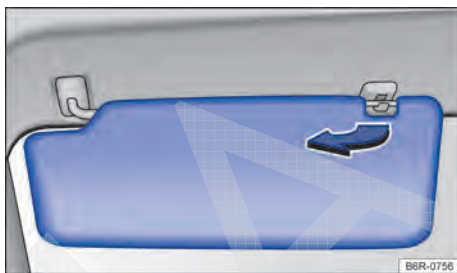

Fig. 56 Para-sol (lado esquerdo). A disposição do para-sol do lado direito é espelhada.
- Retirar do suporte e girar na direção das portas → Fig. 56 (seta).